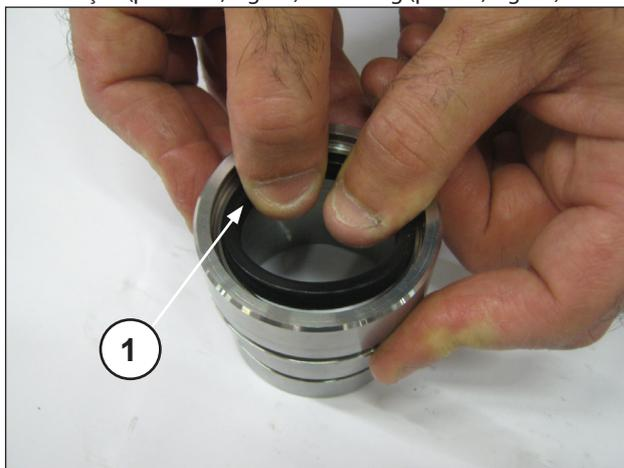
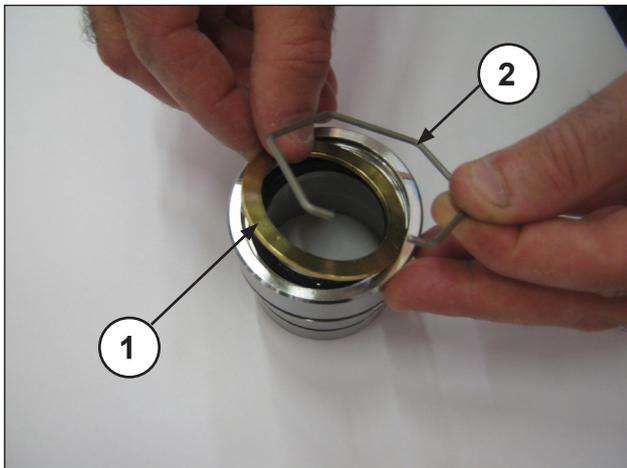
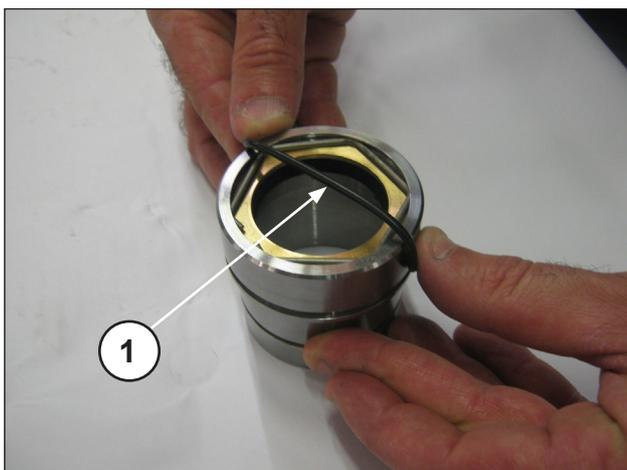

Fig. 35
Fig. 36
Fig. 37
Insira a junta de baixa pressão no suporte das fitas isolantes (pos. ①, Fig. 35) prestando atenção no sentido de montagem que prevê as bordas de estanqueidade para frente (em direção ao cabeçote). Insira em seguida o anel de estanqueidade, o anel de retenção (pos. ①②, Fig. 36) e o O-ring (pos. ①, Fig. 37).